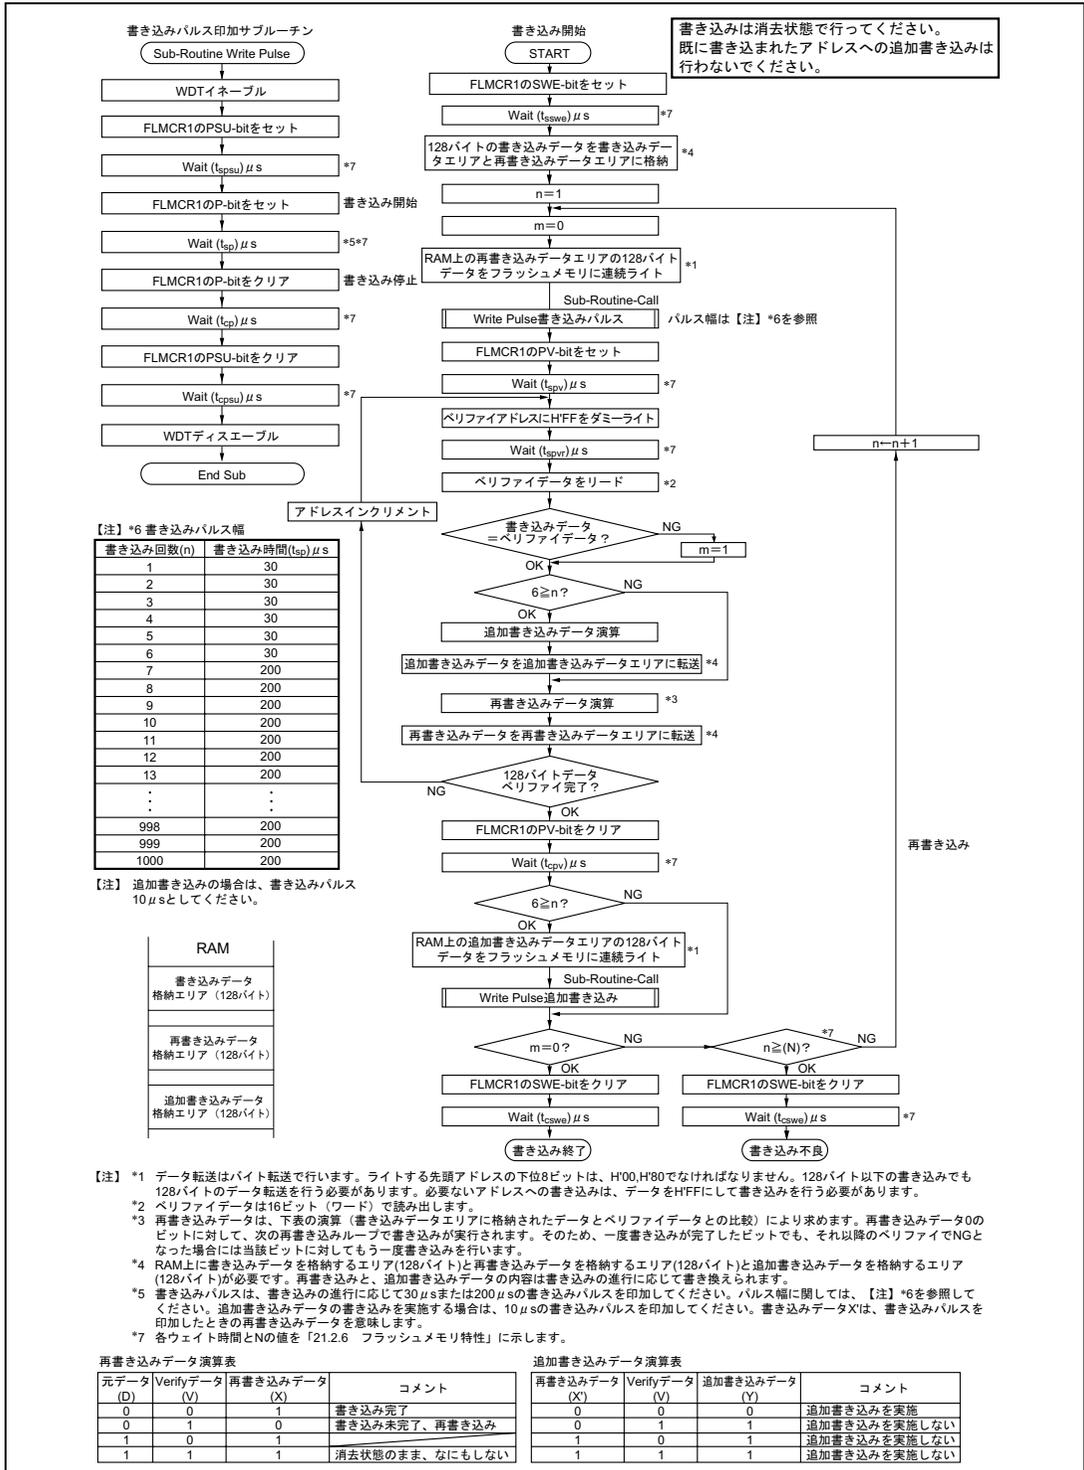

図 18.10 プログラム/プログラムペリファイフロー (128 バイト書き込み)
フラッシュメモリへのデータ/プログラムの書き込みは、**図 18.10** に示すプログラム/プログラムベリファイフローチャートに従って行ってください。このフローチャートに沿って書き込み動作を行えば、デバイスへの電圧ストレスやプログラムデータの信頼性を損なうことなく、フラッシュメモリへデータ/プログラムの書き込みを行うことができます。また、1 回の書き込みは、128 バイト単位で行ってください。
一定の書き込み時間経過後、FLMCR1 の P ビットをクリアします。その後 ( $t_{cp}$ )  $\mu s$  以上の時間が経過してから、PSU ビットをクリアすることでプログラムモードを解除します。プログラムモード解除の後には、ウォッチドッグタイマの設定も解除します。その後 FLMCR1 の PV ビットをセットすることで、動作モードはプログラムベリファイモードへ遷移します。プログラムベリファイモードでは、リードする前にリードするアドレスにデータ H'FF をダミーライトしてください。ダミーライトは ( $t_{spv}$ )  $\mu s$  以上の時間が経過してから行ってください。この状態でフラッシュメモリをリード (ベリファイデータは 16 ビットで読み出す) するとラッチしたアドレスのデータが読み出されます。このリード動作は、ダミーライト後、( $t_{spv}$ )  $\mu s$  以上おいてから行ってください。次に、書き込んだ元データとベリファイデータを比較し、再書き込みデータを演算 (**図 18.10 参照**) し、RAM に転送します。128 バイト分のデータのベリファイが完了後、プログラムベリファイモードを解除し、( $t_{cpv}$ )  $\mu s$  以上の待機時間を置いて、FLMCR1 の SWE ビットをクリアしてください。再度書き込みが必要な場合は、再度プログラムモードに設定し、同様にプログラム/プログラムベリファイシーケンスを繰り返してください。プログラム/プログラムベリファイフローの繰り返しの最大値は、最大書き込み回数 (N) で表わされます。SWE 解除後、( $t_{csw}$ )  $\mu s$  以上の待機時間を置いてください。
- (6) 本LSIのプログラム/プログラムベリファイのフローチャートを図18.10に示します。